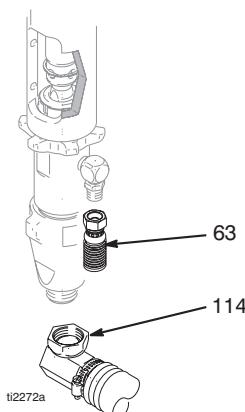

FIG. 7
1. Fig. 7. Retire el tubo de aspiración (114) y la manguera de pintura (63) (retírelos por el extremo giratorio).